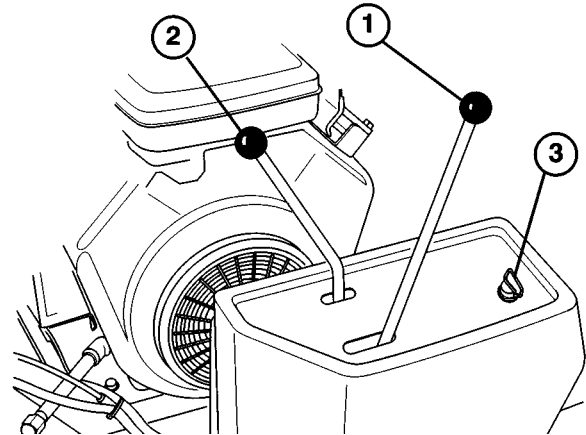

Bild 6
**Fahrtriebshebel** (Bild 6)—Den gewünschten Gang
**Zinkenkopfhebel** (Bild 6)—Hebt und senkt den Zinkenkopf und stellt den Antrieb ein und aus.